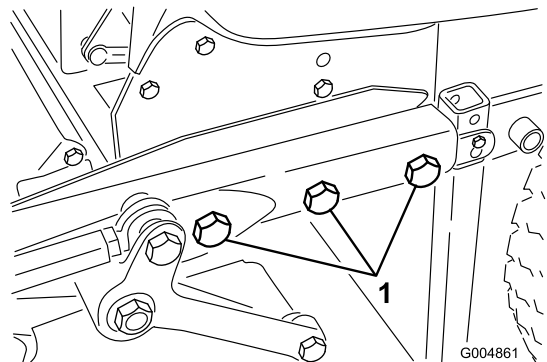

Figura 7
4. Coloque en su posición la plataforma y el bastidor de verano e instale los cinco pernos, arandelas y tuercas de 3/4 pulgada que conectan el bastidor de la plataforma al bastidor trasero (Figura 7). Retire los pasadores de los cilindros de elevación para tener acceso a los pernos del lado derecho. Apriete los pernos a 265 pies-libra.